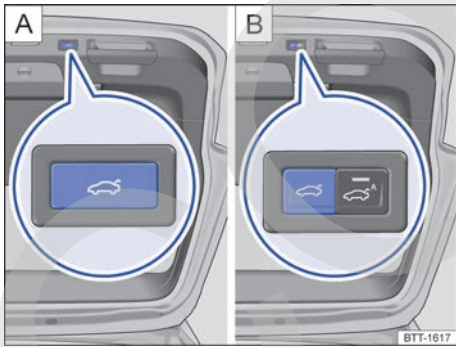

Fig. 82 En el portón del maletero abierto: tecla para el cierre eléctrico del portón.
- Pulse la tecla → fig. 82 situada en el portón del maletero.
- Mantenga pulsada la tecla  → fig. 82 situada en el portón hasta que parpadeen los intermitentes de emergencia.